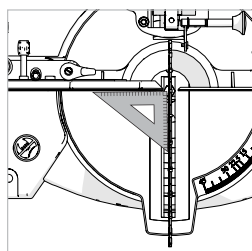

Fig. 13
- Posizionare la squadra graduata sul tavolo, facendo in modo che l'estremità corta poggi sul tavolo e l'altra estremità sulla lama di taglio (non sulle punte TCT). **(Fig. 13)**